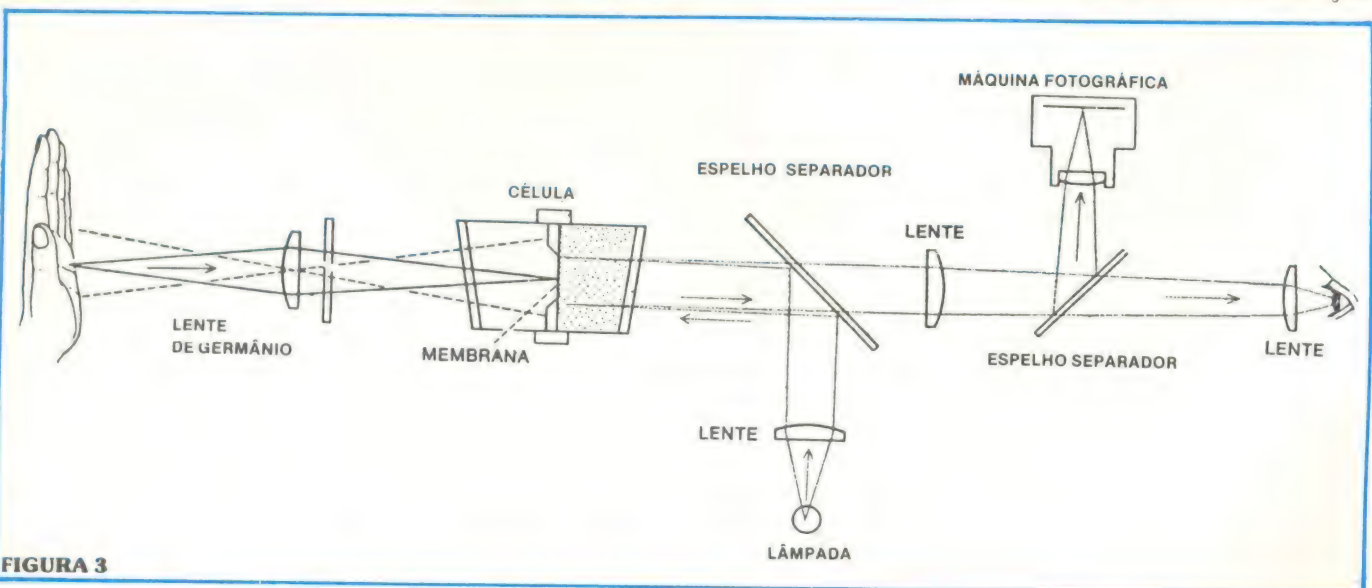

FIGURA 3
**Evaporógrafo:** Aparece reproduzido, em sua forma básica, na figura 3. É constituído por uma célula, na qual foi criado vácuo, e separada em dois compartimentos por uma fina membrana de nitrocelulose. Uma das faces dessa membrana é recoberta de óleo, que se condensa com a passagem do calor, en-